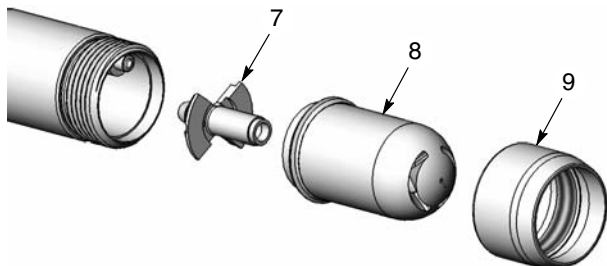
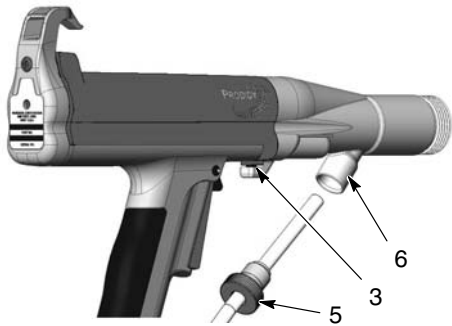

Figura 17 Demontați duza și adaptorul pentru tubulatură
Figura 23 Slăbirea șurubului de reglare al adaptorului
2. A se vedea Figura 17. Deșurubați și separați ansamblul format din piulița de fixare (9) și duza (8) de pe pistolul de pulverizare.
3. Trageți adaptorul pentru tubulatură (7) de pe tubul pentru pulbere.
1. A se vedea Figura 17. Deșurubați duza (8) și piulița de fixare (9) de pe pistolul de pulverizare.
2. Trageți adaptorul pentru tubulatură (7) din tubulatura pentru pulbere.
3. A se vedea Figura 23. Deșurubați butonul de blocare (5) și scoateți tubulatura pentru pulbere din adaptorul pentru pistol (6).
4. Slăbiți șurubul de reglare (3) din partea inferioară a adaptorului pentru pistol.
6. A se vedea Figura 17. Respectați procedura *Montarea tubulaturii* de la pagina 7 pentru montarea tubulaturii pentru pulbere.
8. A se vedea Figura 17. Respectați procedura *Montarea tubulaturii* de la pagina 7 pentru montarea tubulaturii pentru pulbere.